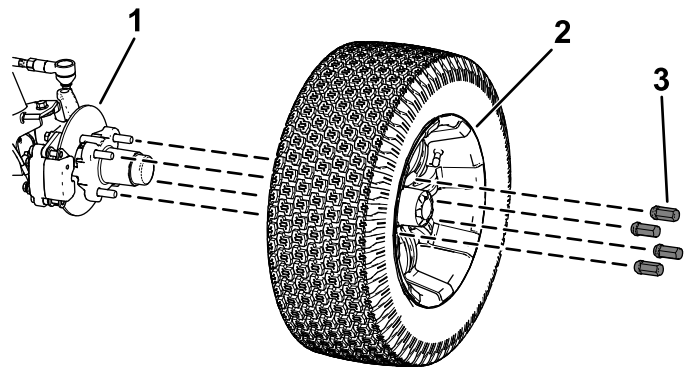

Bild 34
2. Nehmen Sie die vier Radmuttern ab, mit denen das Rad an der Radnabe befestigt ist (Bild 34).
4. Fluchten Sie die Löcher im Rad mit den Bolzen der Nabe aus und montieren das Rad so an der Nabe, dass das Reifenventil außen ist (Bild 34).
5. Befestigen Sie das Rad mit den Radmuttern an der Nabe (Bild 34).